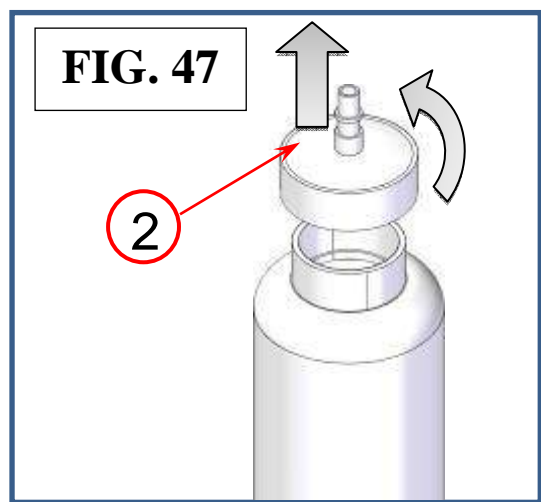
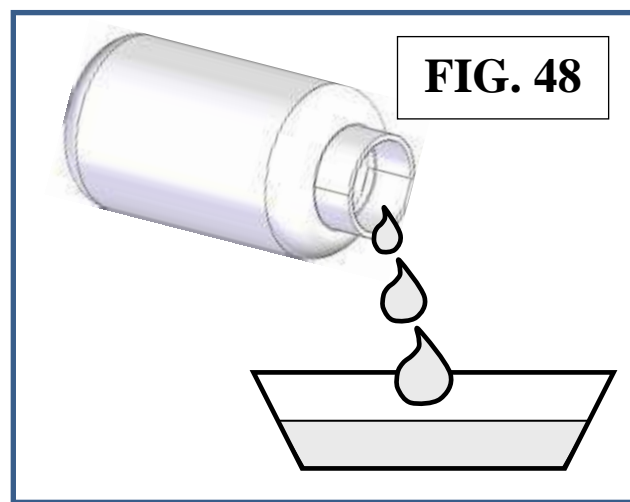

FIG. 47
FIG. 48
3. Desenroscar el tapón (ref 2, Fig.47) mientras se sujeta el contenedor; vaciar el aceite usado en un recipiente adecuado (Fig.48).